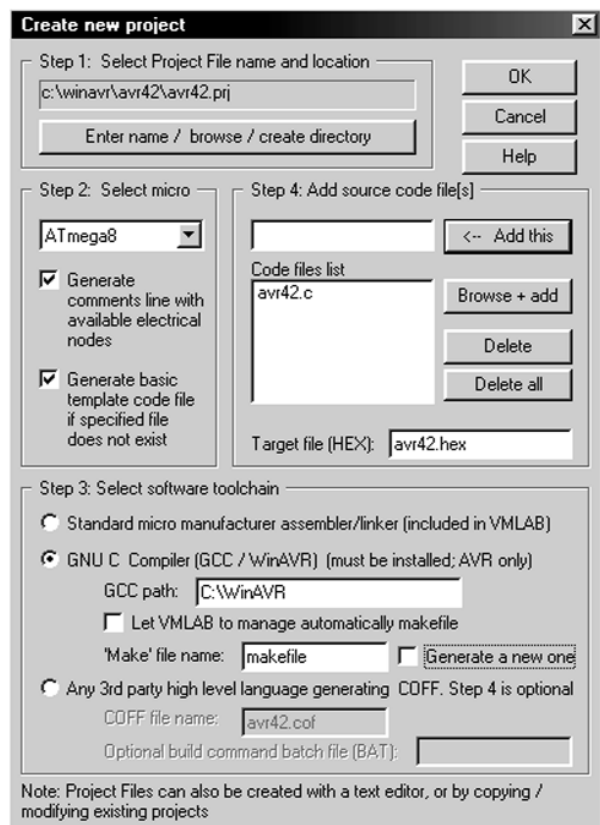

рис.7
1. Запустить на выполнение программу VMLab: "Пуск – Программы – VMLab". Создать в ней новый проект "Project-New project", заполнить в пошаговом режиме (Step 1-4) графы, как показано на рис.7. В качестве пути хранения проекта указать ту папку, где находятся файлы "avr42.c", "makefile", "avr42.hex" и т.д. Нажать ОК, после чего на экране монитора появятся три окна. В окне "Messages" наблюдать сообщение "PRJ file is OK!".